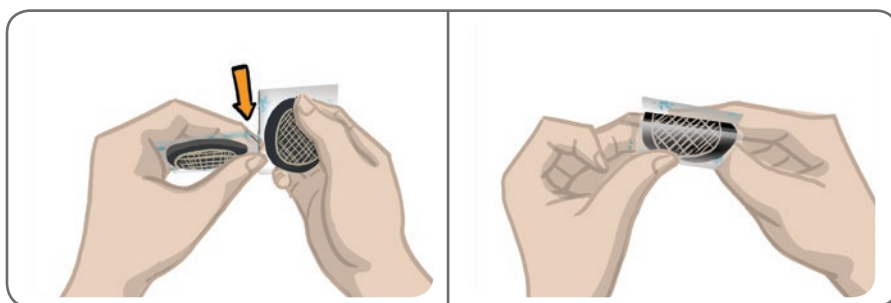

Ilustración 8-1: Separación de los Electroodos Hydrogel y división de las cubiertas de dos partes
2. Separe los dos Electroodos Hydrogel nuevos por la línea perforada. Consulte la ilustración 8-1.
3. Desprenda las cubiertas de dos piezas en cada electrodo y deséchelas. Consulte la ilustración 8-1.